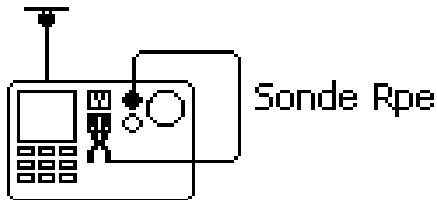

Abbildung 2. Kompensation der Messleitung
- Verbinden Sie die Prüfspitze mit der Messleitung und stecken Sie den Messleitungsstecker in die Buchse **Sonde R_{pe} 10A/200mA**, (siehe Abbildung 2).